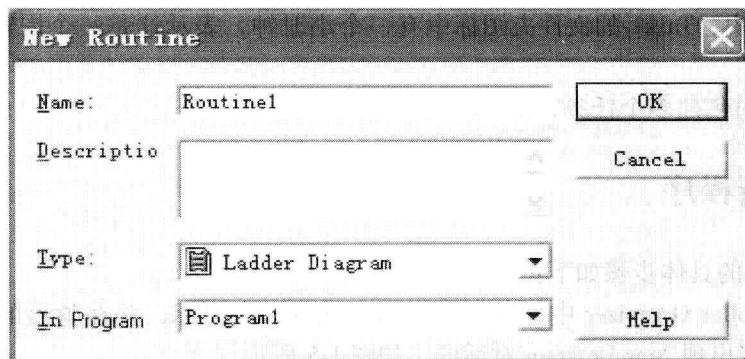

图 1-6 New Routine 对话框
- 1) 在 Controller Organizer 中, 用鼠标右键点击 Program1, 在弹出的选项框中选择 New Routine, 将出现 New Routine 对话框如图 1-6 所示。